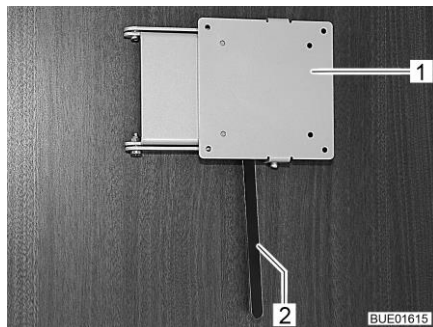

Fig. 93 Supporto con leva di sbloccaggio
- Spingere di lato la leva di sbloccaggio (Fig. 93,2) e ruotare il supporto (Fig. 93,1) con lo schermo piatto nella posizione desiderata.
- Riportare indietro lo schermo piatto finché il supporto (Fig. 93,1) non si innesta nel bloccaggio.